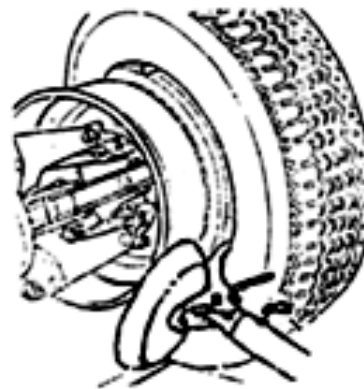

Fig14
- (5) Поднимите обод и шину, вращайте их по часовой стрелке на 15-20 мм, шина будет располагаться под углом к ободу.
- (6) Убедитесь в том, что монтажный палец направлен на шину. В противном случае опустите блокировку, поверните палец на 180° и зафиксируйте.
- (7) Установите монтажный палец на расстоянии 5 мм от обода.
- (8) Вращайте колесо по часовой стрелке до тех пор, пока фиксатор шины не окажется в крайней нижней точке (рис. 14).
- (9) Снимите тиски с обода и установите инструмент в исходное положение (нерабочее).
- (10) Поверните инструментальную консоль к внешней части шины и зафиксируйте ее.